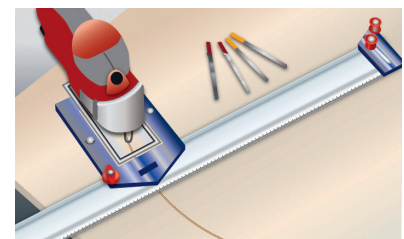

Abb. 3
- Werkstück und Abschnitt sicher fixieren, um das Verklemmen des Sägeblatts im Sägeschnitt zu verhindern (Abb. 3).